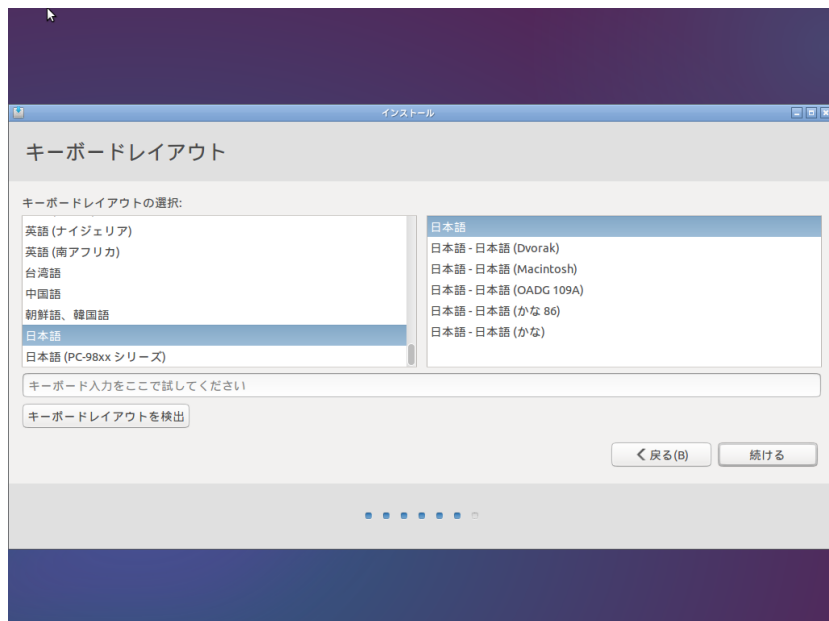

図 3-5-1-7. キーボードレイアウト設定画面
- ⑨ 図 3-5-1-8 のようなユーザ設定画面が表示されます。